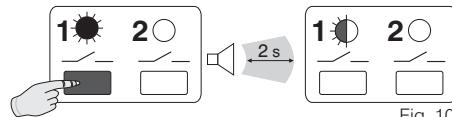

Fig. 10
- Maintenir la **touche 1** enfoncée jusqu'à l'émission d'un seul signal sonore; puis la relâcher: la **LED 1** clignote (fig. 10).